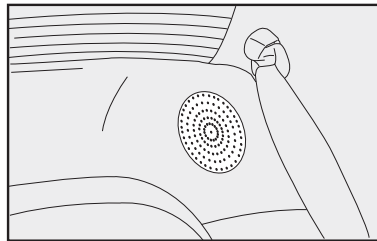
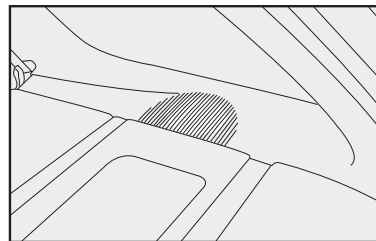

fig. 130
fig. 131
- alto-falantes traseiros coaxiais **fig. 130** (Siena) e **fig. 131** (Palio Weekend).